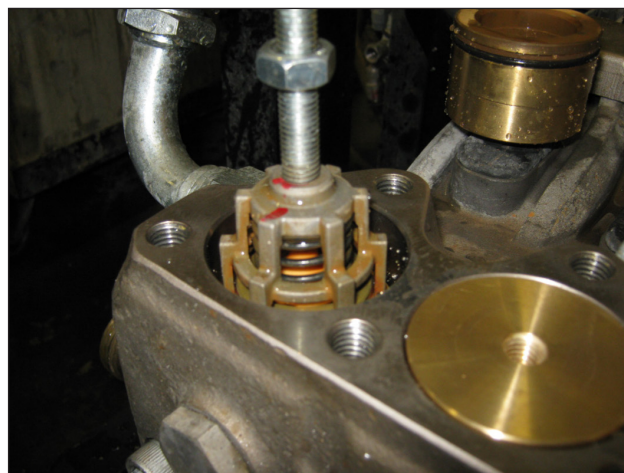

Fig. 16/a
- Desparafuse os sete parafusos M12x35 de fixação da cobertura da válvula e remova as coberturas (Fig. 16).